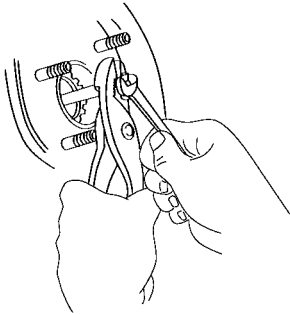

图 15-26 调整制动加力器推杆长度
(1) 在安装总泵之前先调整制动加力器推杆的长度，如图 15-26 所示。